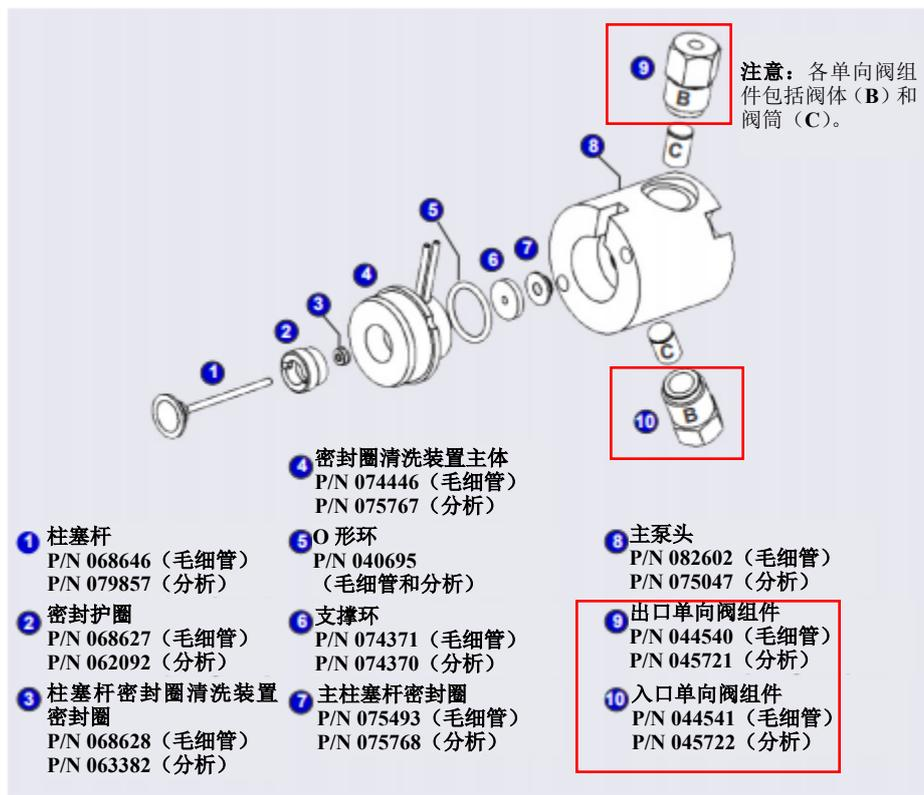
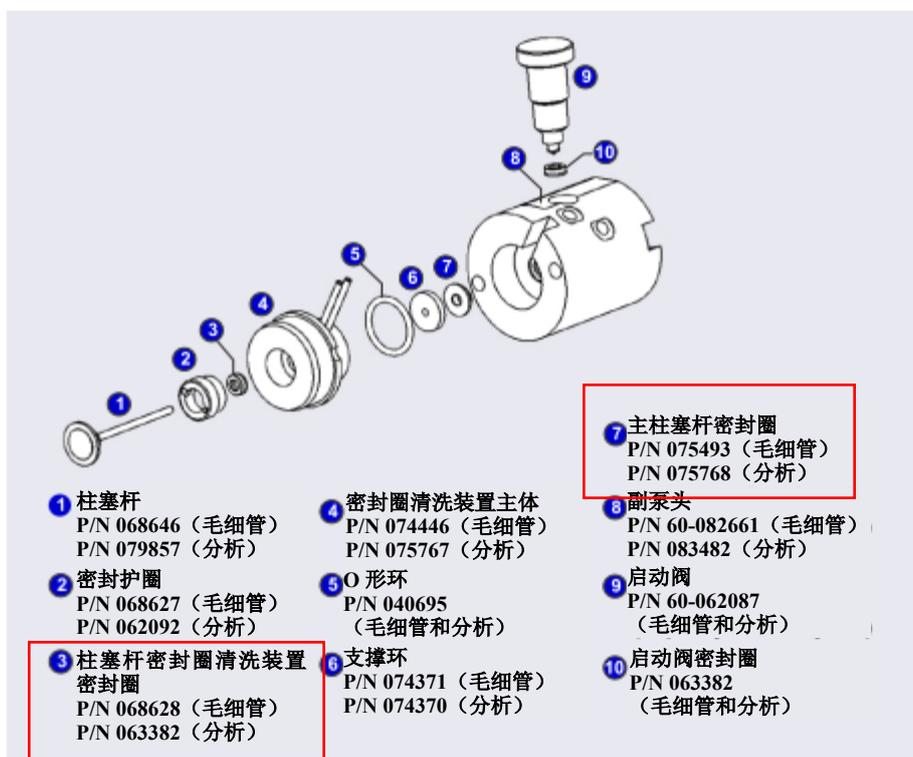

图 10-7. DP/SP 泵：主泵头组件
图 10-8. DP/SP: 副泵头组件
注意 毛细管型 IC 泵和分析型 IC 泵使用不同的主柱塞杆密封圈和柱塞杆密封圈清洗装置密封圈。继续操作前，确认泵的类型是否与密封圈相匹配。零件编号如图 10-7 和图 10-8 所示。
8. 主和副泵头配备不同的部件。有关主泵头的拆卸，请参见图 10-7，有关副泵头的拆卸，请参见图 10-8。
拆卸和重新装配泵头时，请参见图 10-7（主泵头）或图 10-8（副泵头）。